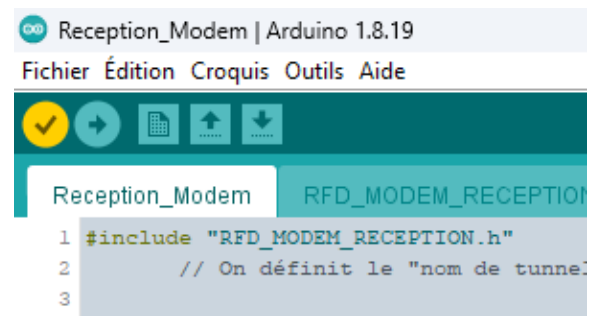

Figure 20: Bouton Vérifier Programme
- Vérifier le programme (bouton valider) (fig 20) :